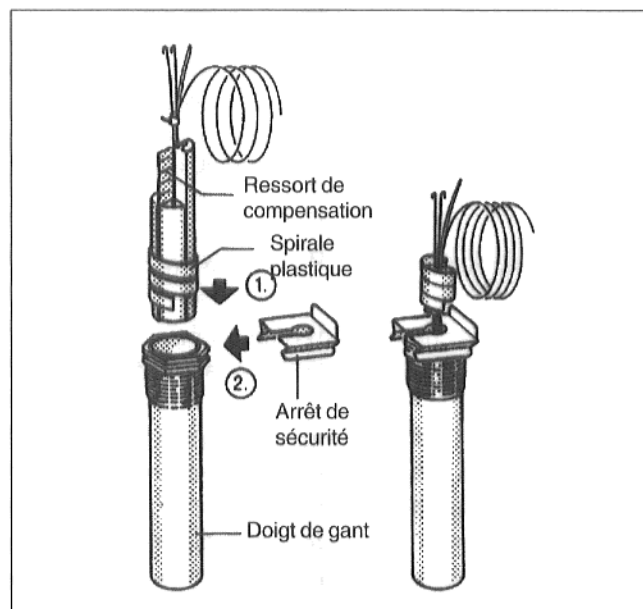

Fig. 22
- La spirale en plastique qui sert à maintenir la sonde - se retire automatiquement lors de l'insertion (Fig. 22).
- Pour assurer le contact entre les doigts de gant et les surfaces de la sonde et garantir un contrôle efficace de la température, il convient d'insérer le ressort de compensation entre les sondes (Fig. 22).
- Pousser la rondelle de la sonde du côté ou du haut sur la tête du doigt de gant (Fig. 22).